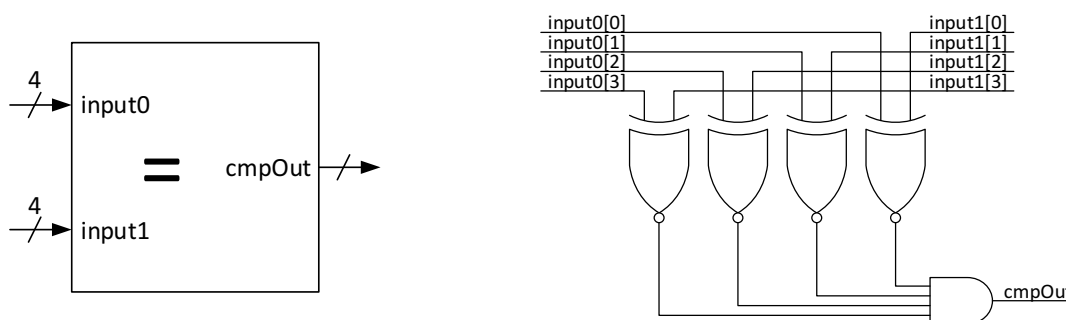
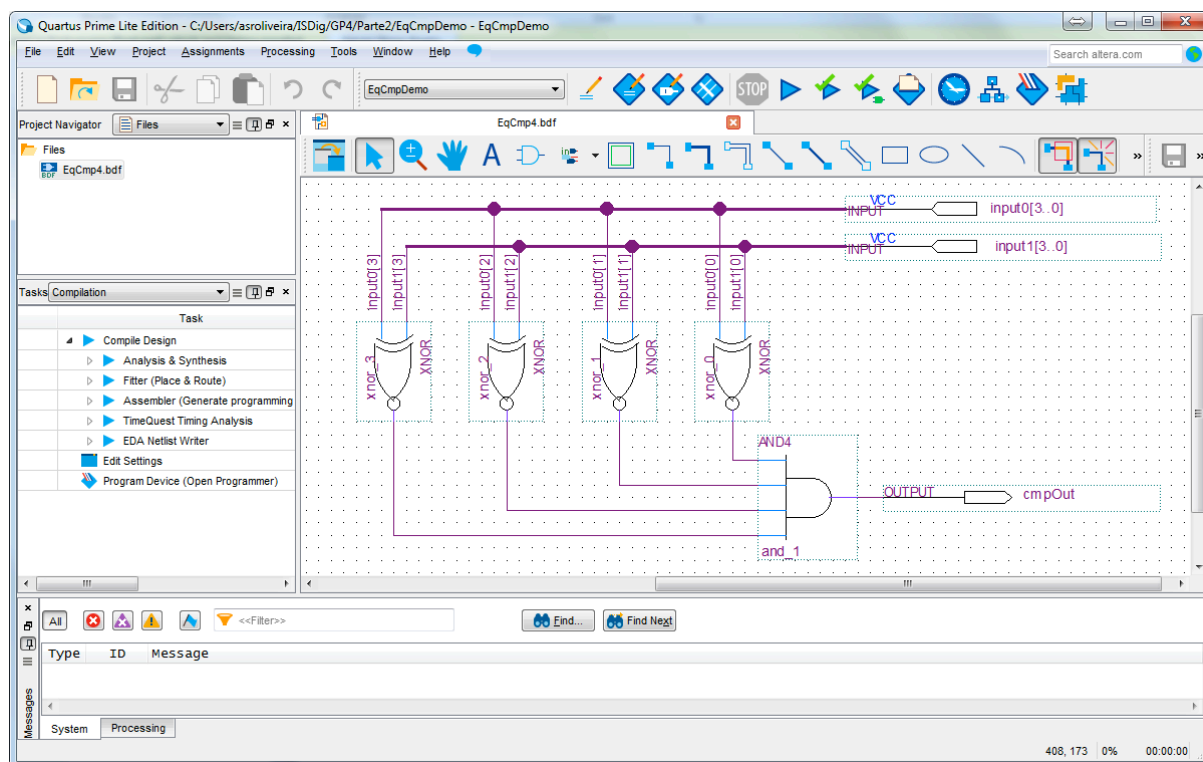

Figura 23 – Diagrama lógico do comparador de igualdade de palavras de 4 bits.
Figura 24 – Diagrama lógico do comparador de igualdade de palavras de 4 bits com interligação e identificação dos diversos elementos do circuito.
2. Crie um novo ficheiro para um diagrama esquemático, chamado “EqCmp4.bdf”, para implementar um comparador de igualdade de palavras de 4 bits (Figura 23). No final da edição do esquema lógico, o circuito deve ser semelhante ao da Figura 24. Utilize os componentes “xnor” e “and4” da biblioteca do “Altera Quartus Prime” acessível através do “Symbol Tool”.